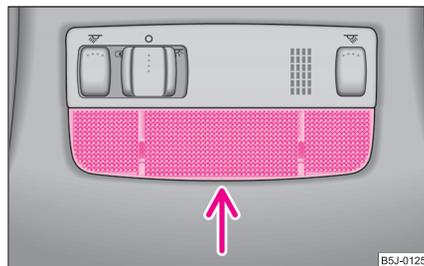

**Fig. 188** Desmontar la lámpara del compartimento guardaobjetos en el lado del acompañante
- Introducir un cuchillo o algo por el estilo en un lado entre la lámpara y el portaobjetos ⇒ fig. 188. Sacar la lámpara, apalancándola con cuidado.